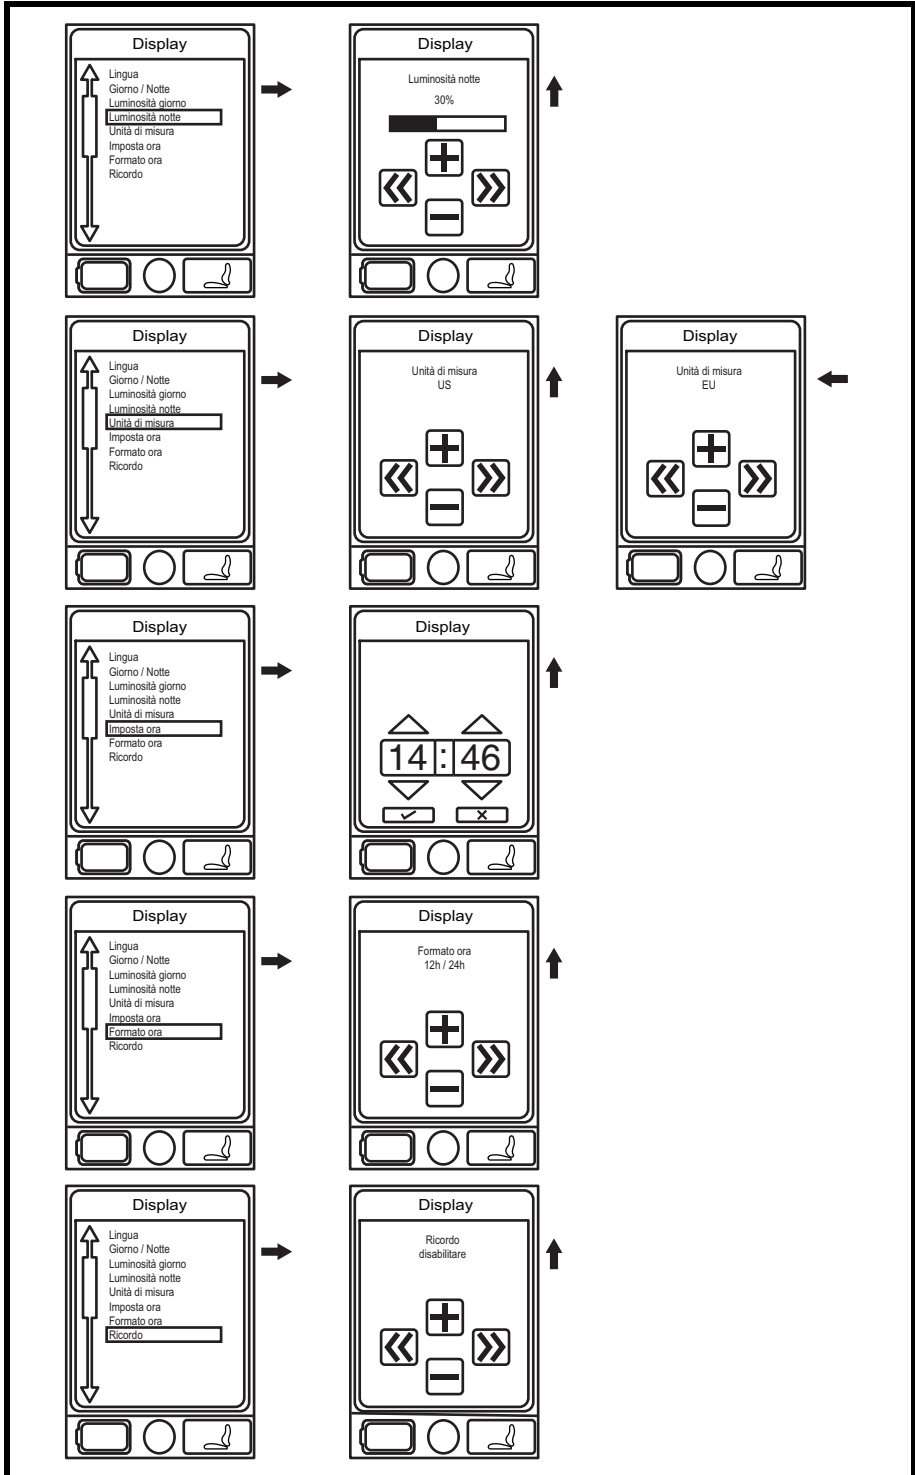

Figura 2B. Selezione attuatore
2. Per accendere la carrozzina e la centralina, spingere verso l'alto la leva di accensione/spengimento e selezione della modalità. **Vedere figura 2B.**
3. Usare il joystick per evidenziare l'opzione di impostazione del telecomando, quindi spingere il joystick verso destra per selezionare quella funzione. **Vedere figura 2B.**
6. Usare il joystick per evidenziare l'opzione massima, quindi spingere il joystick verso destra per selezionare quella funzione. **Vedere figura 2B.**
7. Spingere il joystick verso sinistra per selezionare l'opzione ESC e tornare al menu di audio e display. **Vedere figura 2B.**